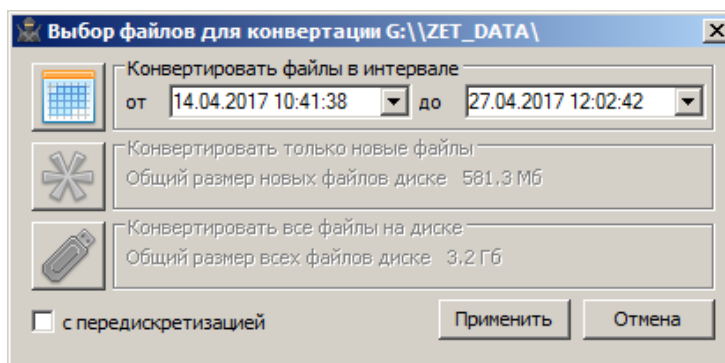
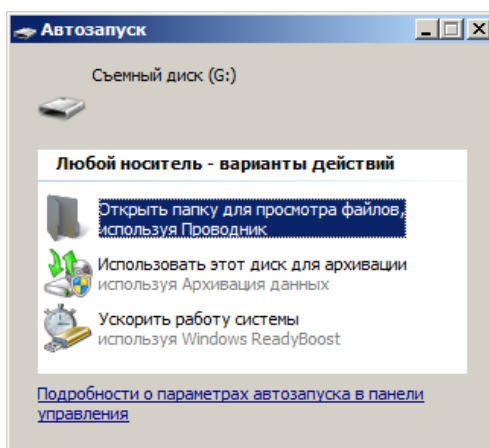

Рис. 2.10 Окно программы «Выбор файлов для конвертации»
Рис. 2.11 Окно программы «Автозапуск»
- соединить разъем «SD» виброметра с любым свободным портом USB на компьютере при помощи кабеля USB 2.0 после чего автоматически активируются окна программ «Выбор файлов для конвертации» (Рис. 2.10) и «Автозапуск» (Рис. 2.11);
- соединить разъем «SD» вибрметра с любым свободным портом USB на компьютере при помощи кабеля USB 2.0 после чего автоматически активируются окна программ «Выбор файлов для конвертации» (Рис. 2.10) и «Автозапуск» (Рис. 2.11);